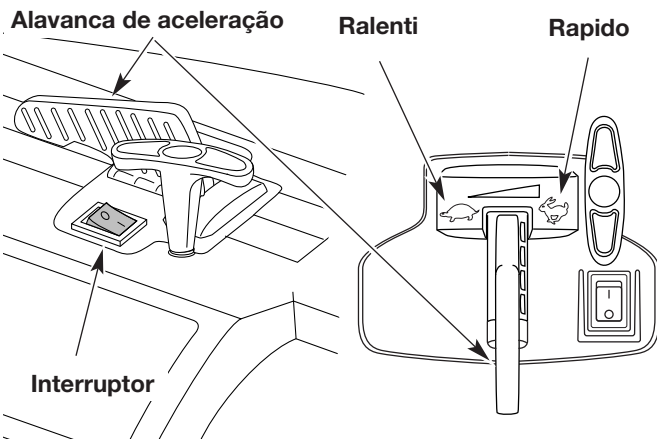

Fig. 10
2. Colocar o interruptor na posição **FUNCIONAMENTO [I]** (Fig. 10).
6. Com o aparelho no chão, passe a alavanca de aceleração para a posição rapido () (Fig. 10).
1. Ponha a alavanca de aceleração na posição de ralenti () (Fig. 10). Deixe o motor arrefecer trabalhando ao ralenti.
2. Pressione e mantenha pressionado o botão de ignição na posição de paragem, ou "STOP" [O] até que o motor pare totalmente (Fig. 10).